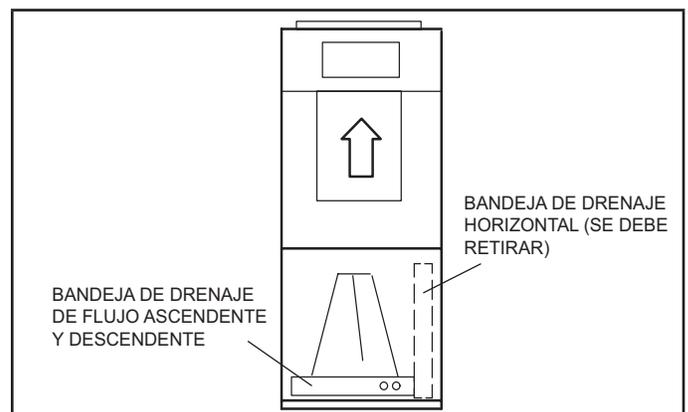

IMAGEN 1. Configuración de flujo ascendente
- 4 - Tras el retiro de la bandeja de drenaje horizontal, coloque la unidad en la ubicación deseada. Coloque la unidad de modo que quede nivelada. Conecte las cámaras de retorno y suministro de aire según corresponda con el uso de tornillos para placas de metal, tal como se ilustra en la Imagen 1.